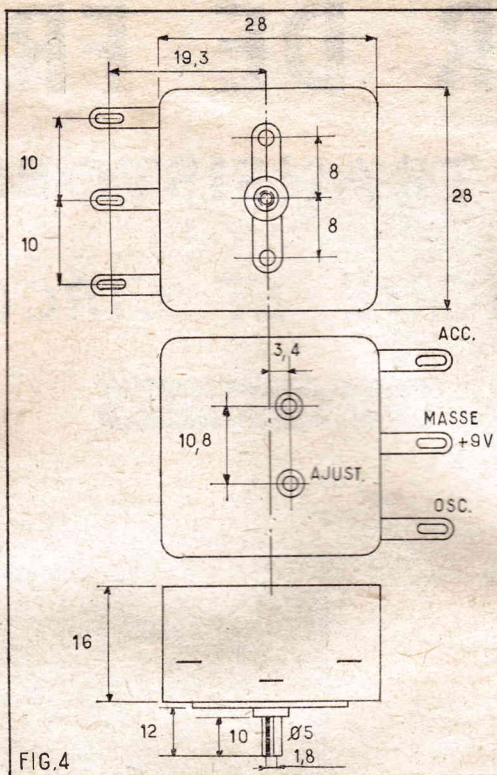

FIG. 4
- 1 condensateur variable de 280 pF, 120 pF avec trimers et à diélectrique solide (fig. 4).